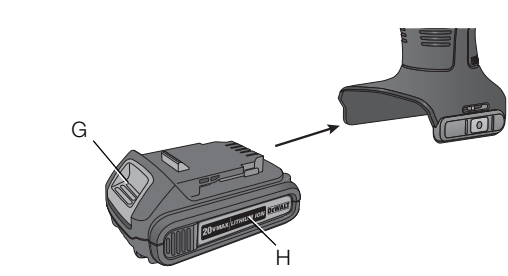

FIG. 3
Charging Procedure (Fig. 3)
- Insert the battery pack (H) into the charger, as shown in Figure 3, making sure the pack is fully seated in charger. The red (charging) light will blink continuously, indicating that the charging process has started.
Procédure de charge (Fig. 3)
- Insérez le bloc-piles (H) dans le chargeur, comme illustré en Figure 3, en vous assurant qu'il y est correctement calé. Le voyant rouge (charge) clignotera de façon continue indiquant que le cycle de chargement a commencé.